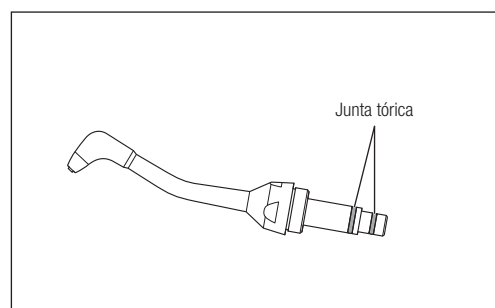

Fig. 45
- 2) Retire las juntas tóricas del extremo de la boquilla con una aguja, etc. (Fig. 45). Si hay polvo en las ranuras de las juntas tóricas limpie la ranura antes de insertar la nueva junta tórica.